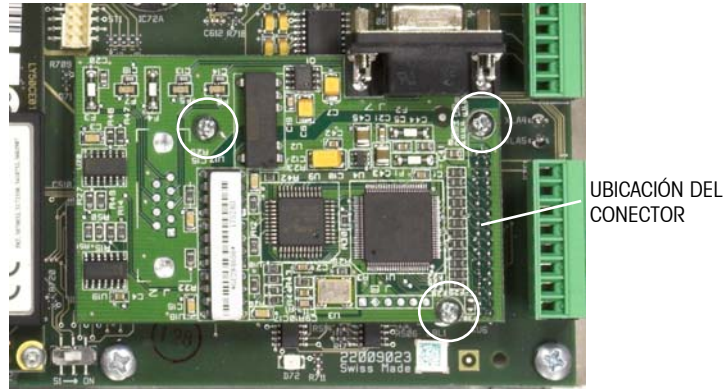

Figura 3-51: Módulo de interfase PLC instalado en la PCB principal
Para retirar un módulo de interfase PLC de la PCB principal, afloje y retire los tres tornillos (indicados en la Figura 3-51) sujetándolo en su sitio, y levante cuidadosamente el módulo de su conector.
3. Instale los tres tornillos indicados en la Figura 3-51.